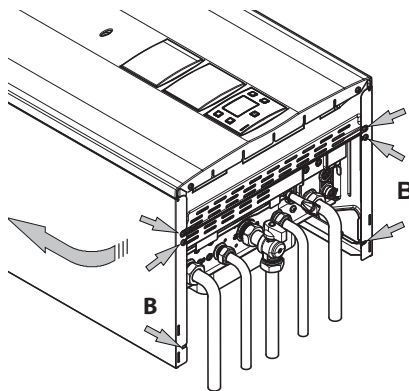

Рисунок 9.2
- Ослабить винты В, см. Рисунок 9.2, и снять две боковые панели, приподняв их вверх, чтобы освободить от верхних крючков.